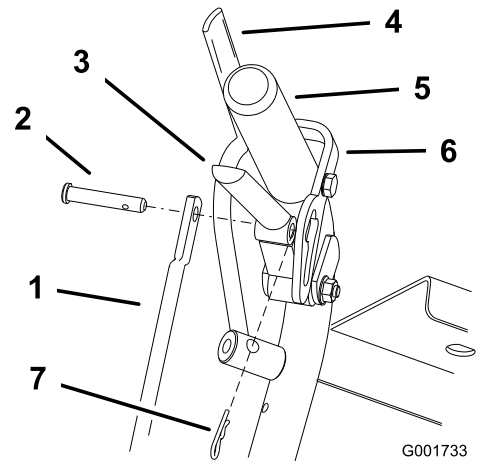

Figure 36
1. Ajustez la longueur de la tige en relâchant le levier de déplacement et en retirant la goupille fendue et l'axe de chape (Figure 36). Tournez la tige dans la fixation (Figure 36).
4. Insérez l'axe de chape dans le levier de déplacement (Figure 36).
6. Placez la goupille fendue entre les leviers de déplacement et les verrous de point mort, et dans les axes de chape (Figure 36).